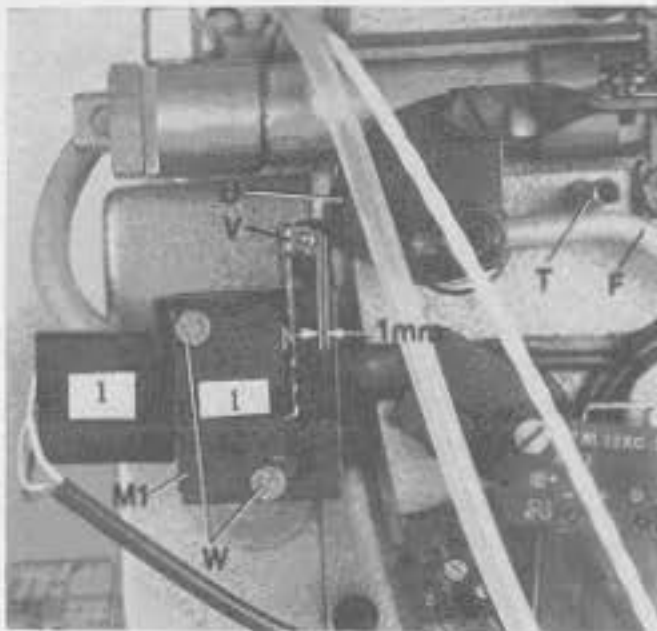

Fig.59
Press up actuating lever (F, Fig. 59) so it rests on roll pin (T) and trigger cam (U) actuates the micro switch (M2). In this position the roller lever (V) of switch should have an end play of approx. 1 mm (.040 in.) to the rear (see Fig. 59).
Drücken Sie den Schaltbügel (F, Fig. 59) nach oben, so daß er an der Spannhülse (T) anliegt und die Schaltkurve (U) den Mikroschalter (M2) betätigt. In dieser Stellung muß der Rollenhebel (V) des Schalters noch etwa 1 mm nach hinten haben (siehe Fig. 59).